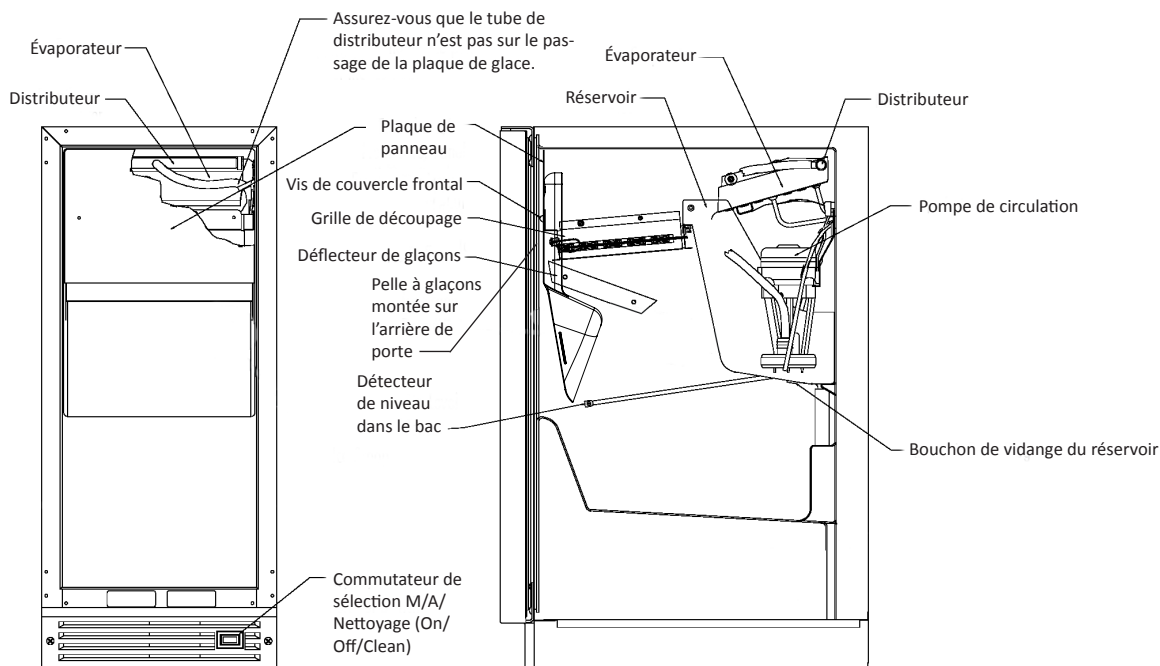

Figure 16
Une fois que les liaisons de drainage et d'alimentation en eau sont réalisées, et que la machine à glaçons est en place et mise de niveau, branchez son cordon d'alimentation. Passez ce commutateur en position de marche (ON) pour démarrer la machine à glaçons. L'interrupteur est placé sur la grille frontale, consultez la Figure 16 pour situer cet emplacement.